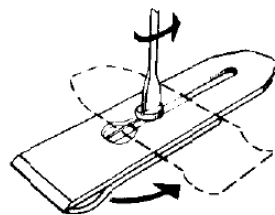

FIG. 3
Desserrer la vis du contre-fer (15) (Fig. 3)